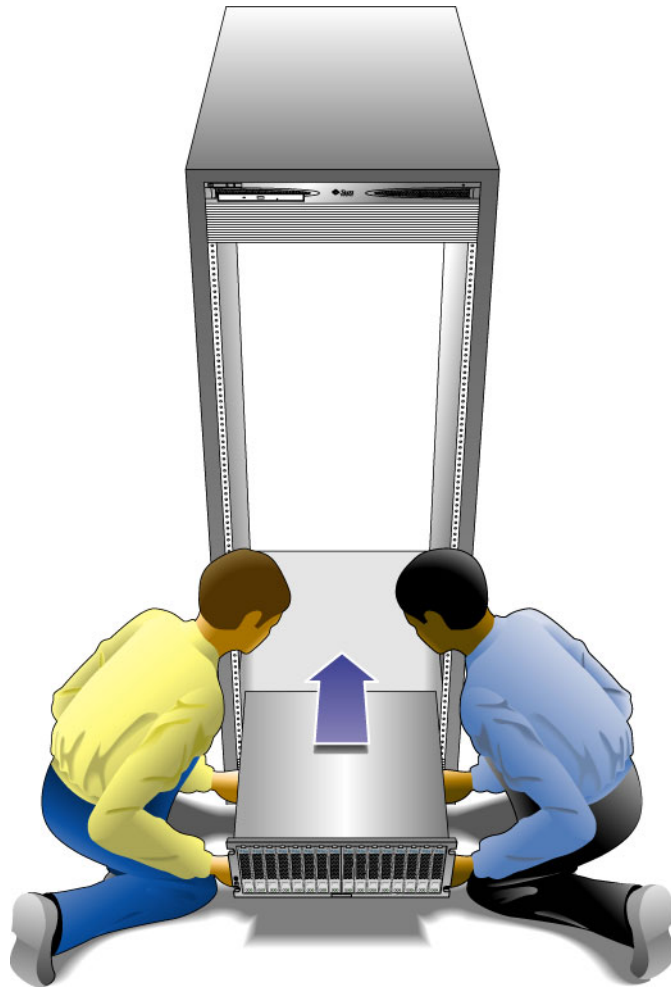

図 2-30 キャビネットへのトレイの設置
1. トレイの左右に 1 人ずつ、計 2 人でトレイを慎重に持ち上げて、左右のレールの下側の突起に載せます (図 2-30)。